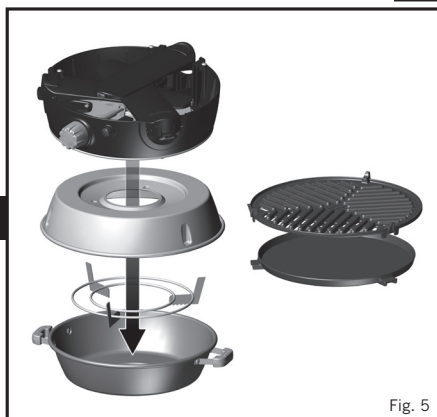

Fig. 5
- Lad enheden køle af før du pakker den ned. Efter rengøring: Fold enheden sammen som beskrevet i afsnit 3 ovenfor. Placér fad / kuppel i bunden af tasken. Placér derefter grydeholderen på fadet med bunden i vejret. Placér fedtfadet over fad og grydeholder med bunden i vejret. Placér derefter enheden med bunden i vejret over fedtfadet. Placér rist og det flade fad i deres respektive holdere i taskens og luk med lynlåsen. Fold taskens låg ind over resten af tasken og luk med lynlåsen. (Fig. 5)